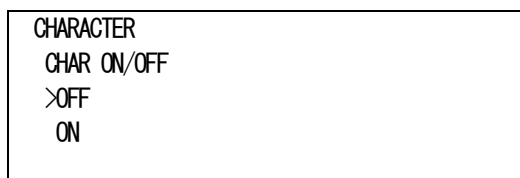

図4-18 オンスクリーンメニュー(CHAR ON/OFF例)
- 1) CHARACTERメニューで「CHAR ON/OFF[C ON]」を選択し、**ENTER** ボタンを押すと図4-18のような設定メニューが表示されます。